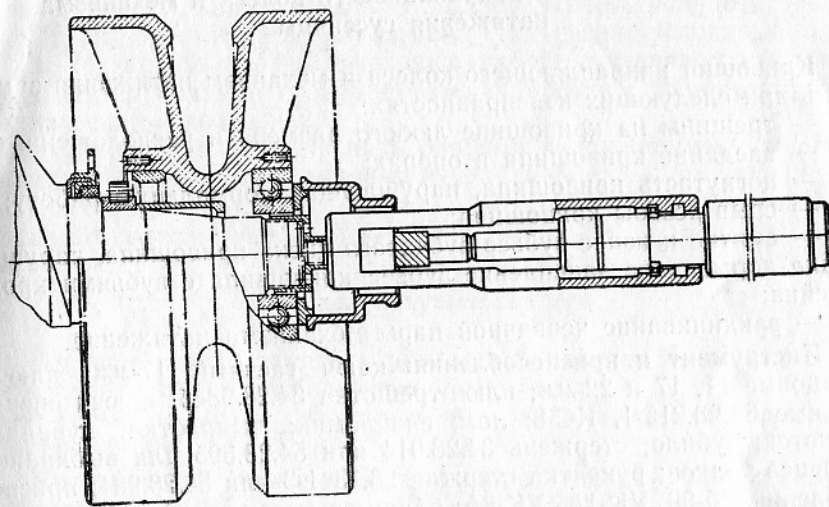

Рис. 5. Установка приспособления УК-8А для напрессовки направляющего колеса
4. Надеть направляющее колесо в сборе на ось кривошипа и установить (рис. 5) приспособление УК-8А и напрессовать направляющее колесо на ось кривошипа, снять приспособление.